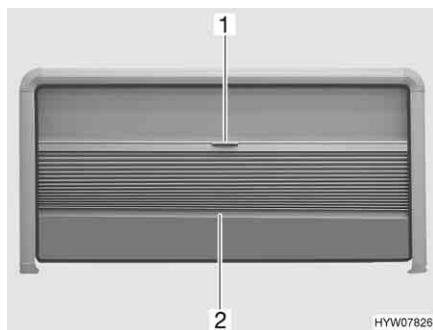

Fig. 61 Tendina oscurante pieghevole e zanzariera a rullo (finestra apribile)
**Chiusura:** ■ Afferrare la tendina oscurante pieghevole al centro dell'asta di chiusura (Fig. 61,2) e tirare delicatamente verso il basso.
**Apertura:** ■ Tenere la parte centrale dell'asta di chiusura (Fig. 61,2) della tendina oscurante pieghevole e spingere quest'ultima verso l'alto con cautela.
**Chiusura:** ■ Tirare la zanzariera a rullo verso il basso utilizzando la maniglia (Fig. 61,1).
**Apertura:** ■ Spingere la zanzariera a rullo completamente verso l'alto utilizzando la maniglia (Fig. 61,1).